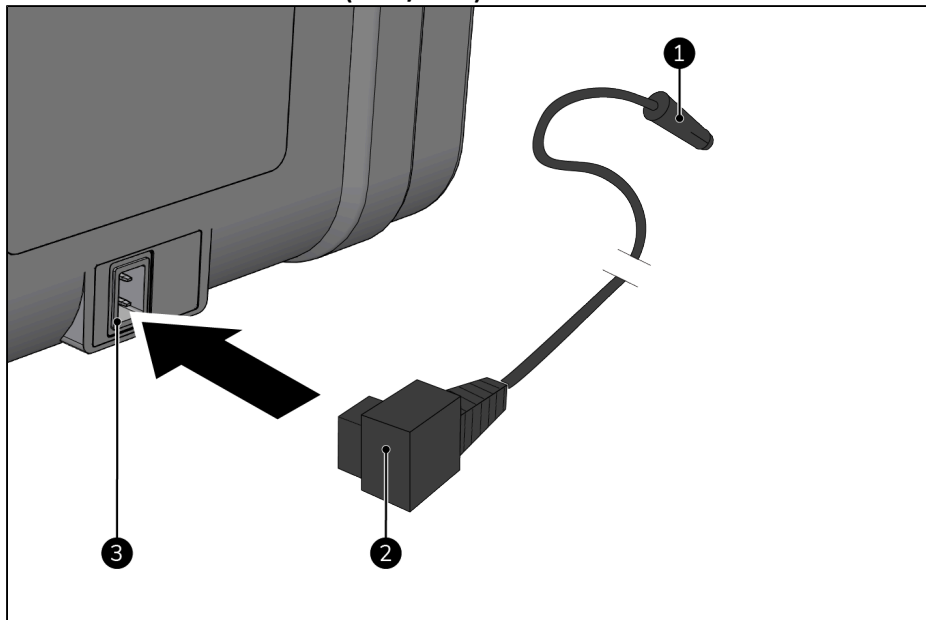

Figure 35.
3. Insérez le connecteur d'alimentation (Figure 35, pos. 2) dans l'alimentation électrique de l'appareil (Figure 35, pos. 3).
4. Insérez la fiche d'alimentation auxiliaire (Figure 35, pos. 1) dans une source d'alimentation auxiliaire 12 V ou 24 V facilement accessible du véhicule ou de l'embarcation.